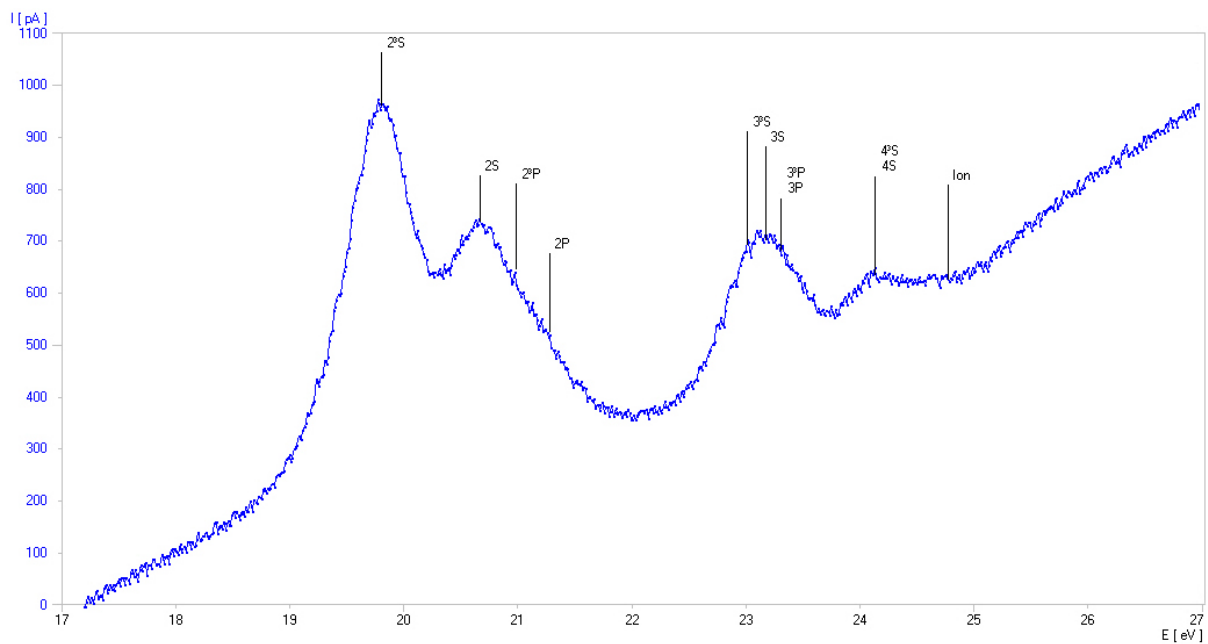

Fig. 3: Détermination des potentiels critiques de l'atome d'hélium (courbe de mesure enregistrée avec le 3B NET/log™)
- Établissez le diagramme où la valeur E est attribuée à l'axe X et la valeur I à l'axe Y. (voir Fig. 3).